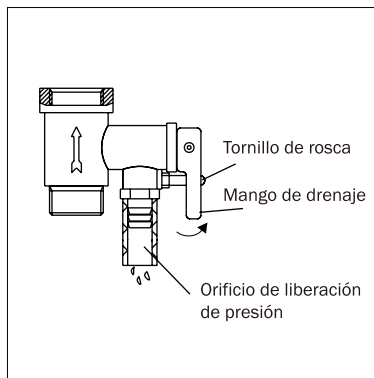

Fig. 6
(Fig.6)
- Unscrew the thread screw on the multifunction safety valve, and lift the drain handle upwards). (See Fig.6) to drain the water from the inner tank.
- Desenroscar el tornillo de la válvula de seguridad multifunción y levantar el mango de drenaje hacia arriba. (Mirar la fig. 6) para secar el agua del interior del tanque.